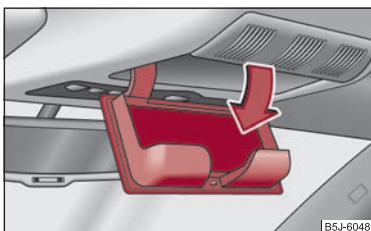

Fig. 80 Imagine din plafon: Compartimentul pentru ochelari
- Apăsăți capacul compartimentului, compartimentul se va deschide ⇒ fig. 80.